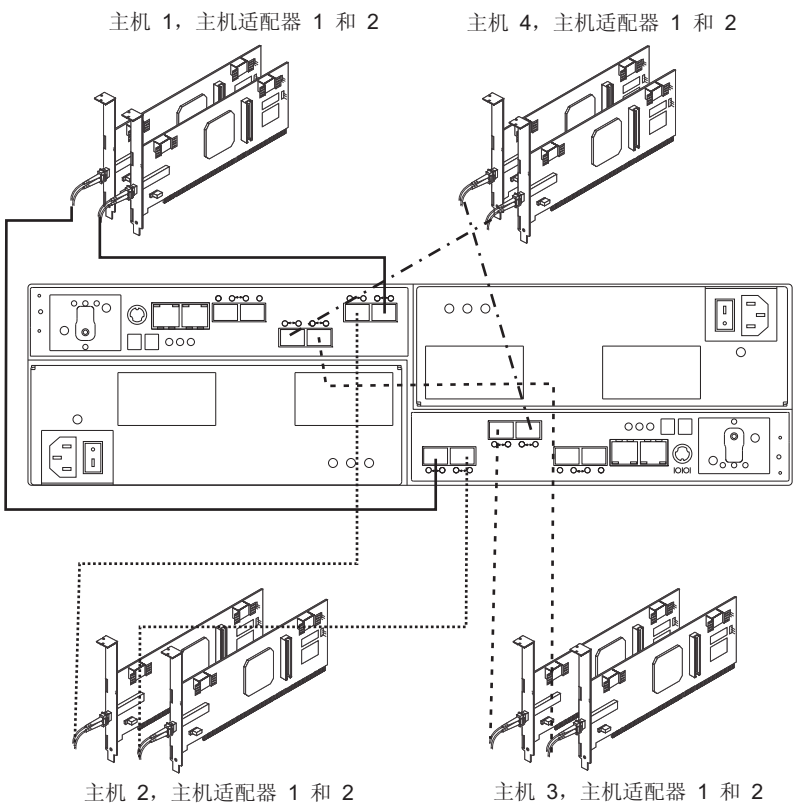

图 55. 两个冗余主机连接的电缆连接图
3. 对于每个其他的冗余主机连接，请重复第 78 页的 1 和 2 这两步。可以为 DS5020 存储子系统创建两个冗余主机连接（如图 55 所示），或者最多创建四个冗余主机连接（此处未显示）。如果创建了四个冗余主机连接，那么可以连接到 DS5020 光纤通道主机总线适配器或者光纤通道交换机端口。